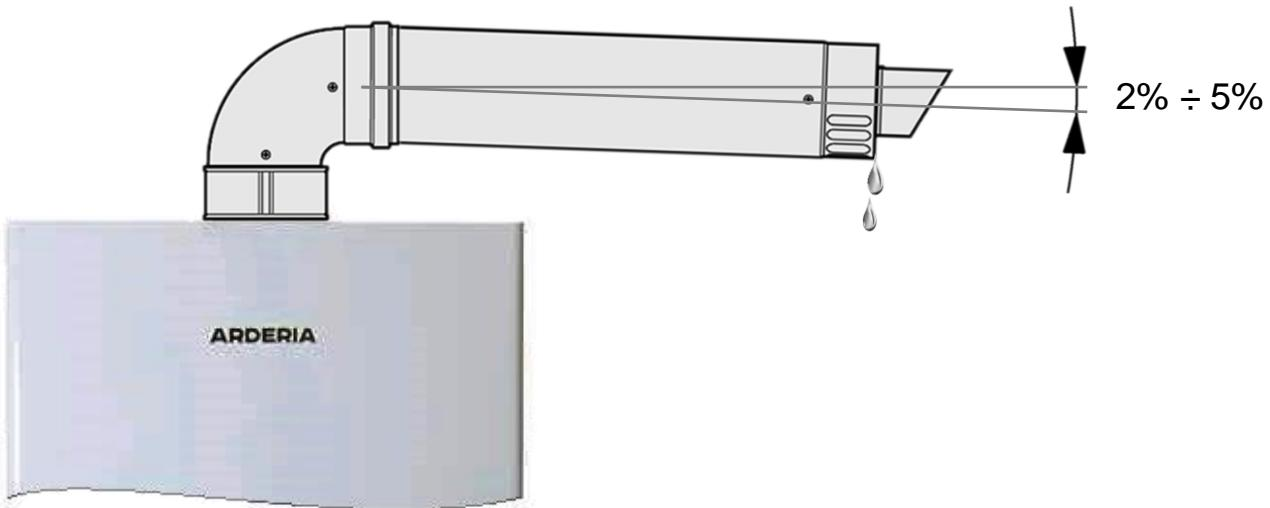

Рис. 26 Установка горизонтального конечного участка коаксиального дымохода.
- Для удаления конденсата конечный горизонтальный участок дымохода **следует** монтировать с уклоном наружу (по направлению от котла) в 2% ÷ 5% (См. Рис. 26)